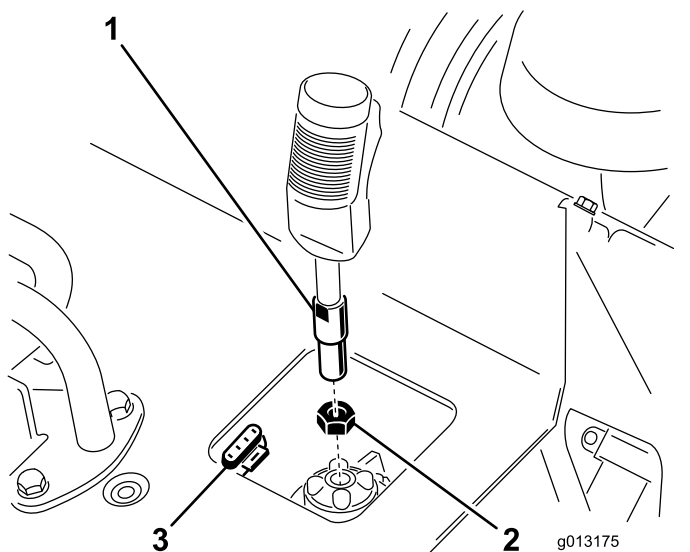

Figura 3
1. Inserite il controdado sulla leva di comando del fresa ceppi (Figura 3).
2. Inserite la leva di comando del fresa ceppinella presa sul quadro di comando (Figura 3).
3. Con il dispositivo di azionamento orientato in avanti, serrate il controdado nella presa per fissare la leva in posizione (Figura 3).
4. Collegate il cavo sulla leva al connettore a 4 poli sotto il pannello di controllo (Figura 3).